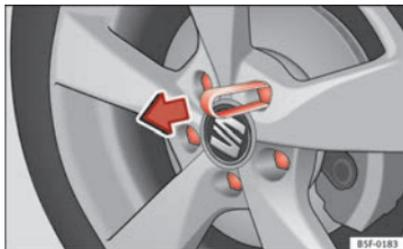

Fig. 125 Rueda: tornillos de la rueda con capuchones
- Encaje la pinza de plástico (herramienta de a bordo) sobre el capuchón hasta que encastre ⇒ fig. 125.